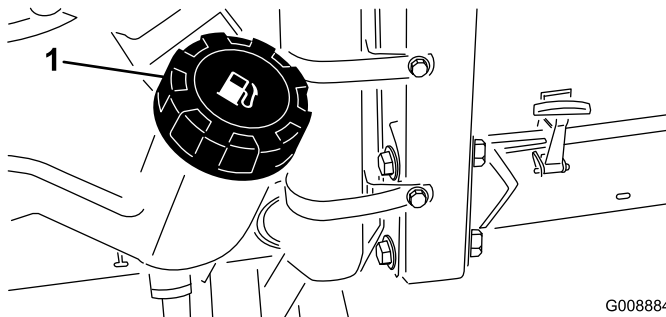

図 26
1. 燃料タンクのキャップ 図 26 の周囲をきれいに拭く。